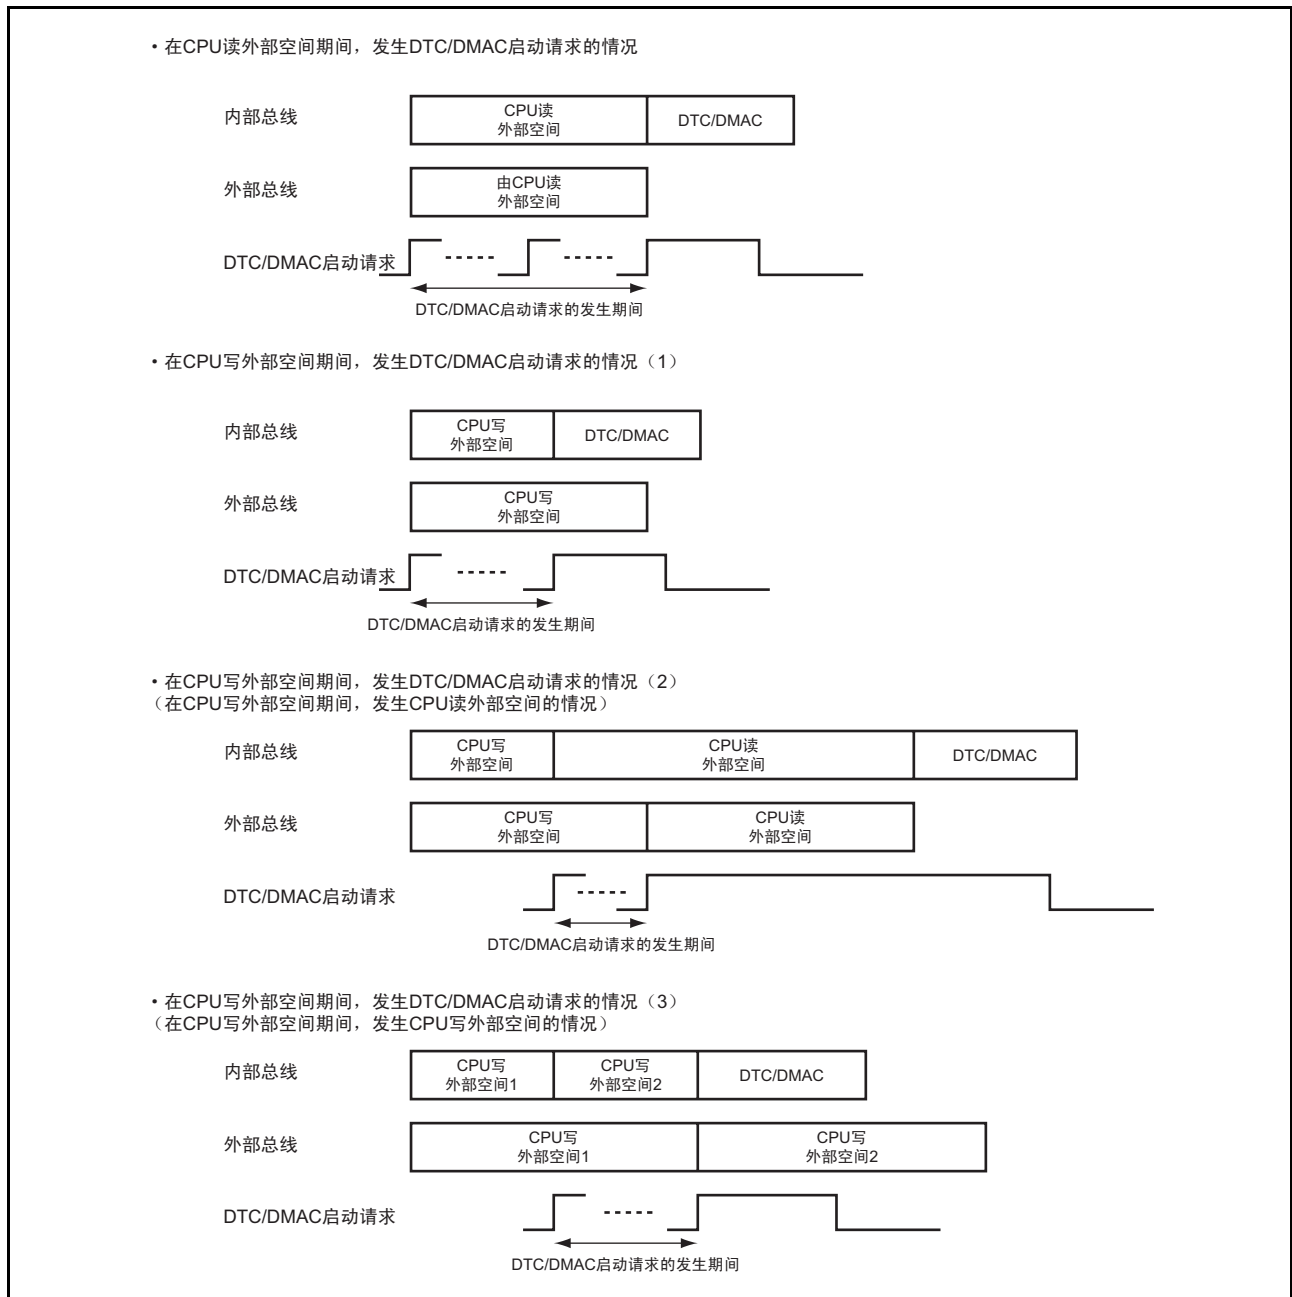

图 9.50 CPU 存取外部空间期间发生 DTC/DMAC 启动请求时的总线仲裁
另外，对于“9.5.14(2) 从 LSI 内部总线主控器的存取”中记述的写缓冲器操作，在 CPU 读和写外部空间时，CPU 和 DTC/DMAC 的仲裁不同。在 CPU 存取外部空间期间，发生 DTC/DMAC 启动请求时的总线仲裁如图 9.50 所示。